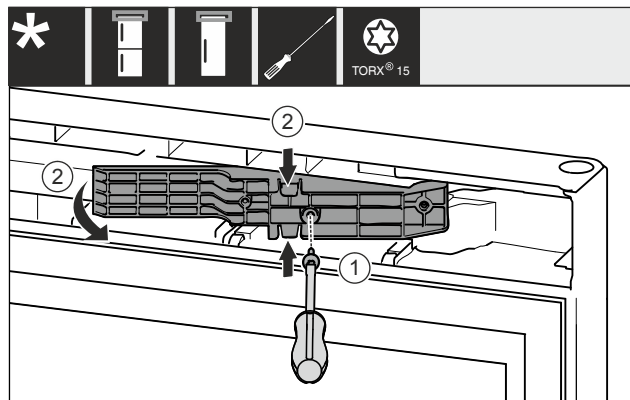

Fig. 12 *
- ▶ Desfaceți șuruburile cu șurubelnița T15. Fig. 12 (1)*
- ▶ Scoateți adaptorul. Fig. 12 (2)*